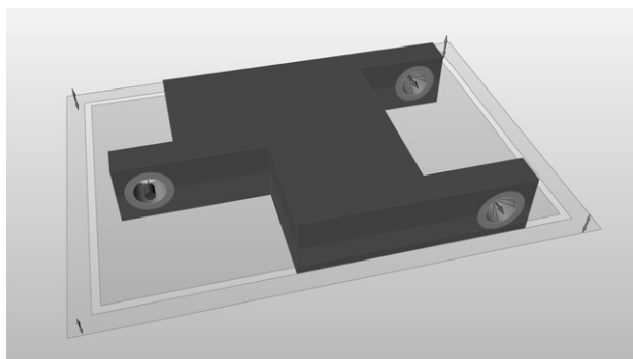

图 5-55
8) 单击鼠标右键或按〈Esc〉键退出工具，如图 5-55 所示。